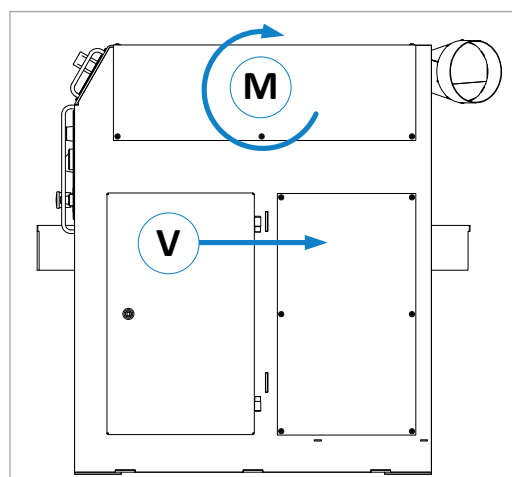

Figure 18 : sens de rotation et de marche
Important : Vérifiez également le sens de rotation de l'arbre porte-lames (M) et le sens de marche de l'avance (V), voir les flèches sur ⇒ Figure 18.